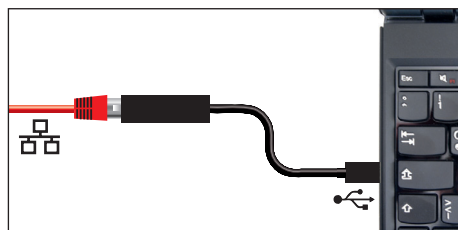

Fig. 8 Ethernet-USB-konverteringsenhed
- USB-Ethernet-konverteringsenhed (Fig. 8). Så er det muligt at forbinde enhedens Ethernet-tilslutning (se side 12) med USB-tilslutningen på en PC/bærbar computer.